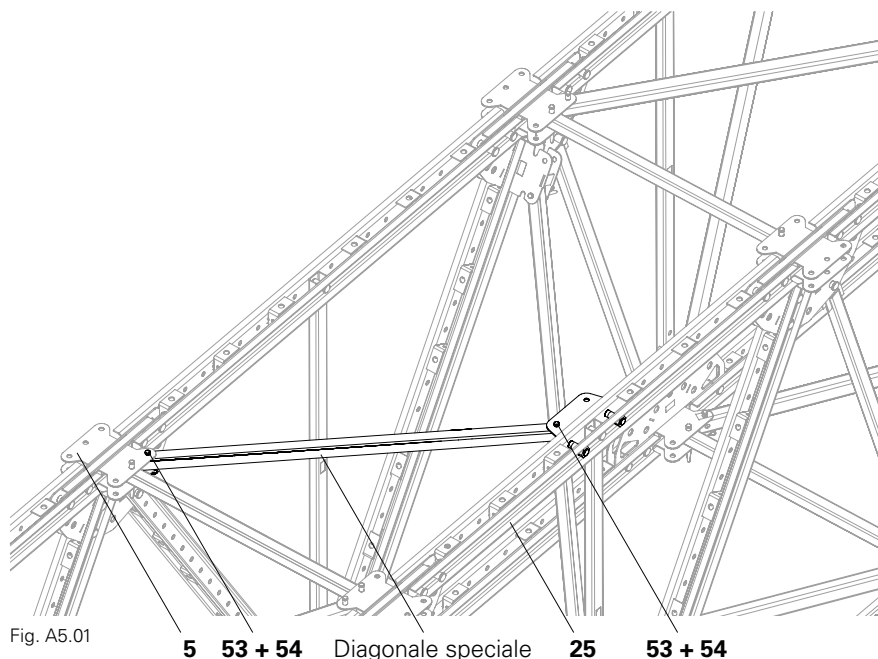

Fig. A5.01
2. Bloccare l'attacco di impalcatura (**15**) con 2x viti ISO 4014 M20 x 100 (**55**) e dadi ISO 4032 M20 (**56**). (Fig. A5.01)
4. Avvitare la diagonale speciale con 1x perno Ø 21 (**53**) e fissare con un inserto a molla 4/1 (**54**). (Fig. A5.01)